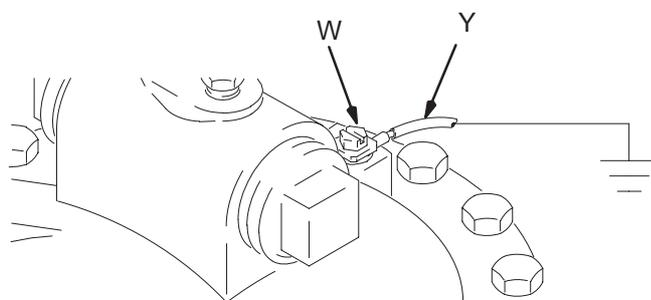

Abb. 1
- *Druckausgleichbehälter*: Erdungskabel und Klammer wie in Abb. 1 dargestellt anschließen. Die Erdungsschraube (W) lösen. Ein Ende eines mindestens 1,5 mm² starken Erdungskabels (Y) mit der Erdungsschraube verbinden und die Schraube fest anziehen. Das Klammer-Ende des Erdungskabels mit einem guten Massepunkt verbinden. Zu bestellen: Erdungskabel und Klammer, Teile-Nr. 222011.